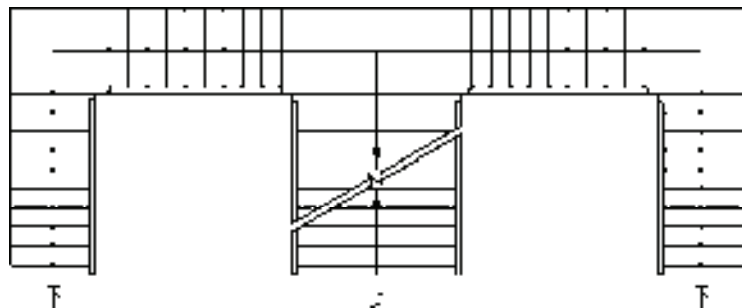

图 6-52 打开素材
- 1) 按〈Ctrl+O〉组合键, 打开配套光盘提供的“第 6 章/6.1.14 连接扶手.dwg”文件, 如图 6-52 所示。